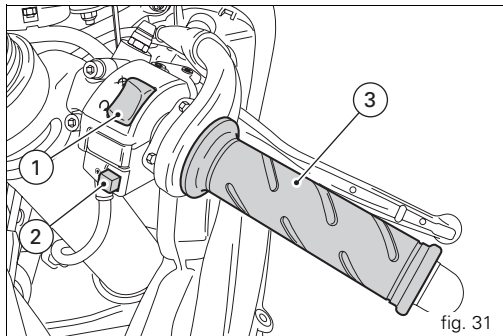

fig. 31
- 1) si le code est reconnu, le système de protection déverrouille le moteur. En appuyant sur le bouton START (2, fig. 31), le moteur démarre ;
Comodo droit (fig. 31)
Poignée des gaz (fig. 31)